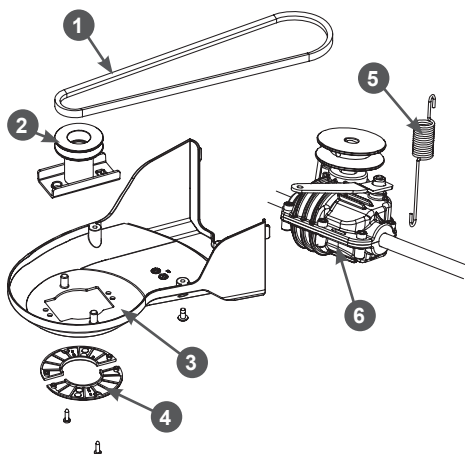

Рис. 25. Обслуживание ремня привода хода
5. Открутите винты крепления и снимите две защитные крышки ремня (Рис. 25).
6. Открутите винты крепления и снимите кожух защитный ремня (Рис. 25).
трещин, разрывов, отслоения корда (Рис. 25). При обнаружении поврежденных ремень необходимо заменить.
2. Открутите винты крепления и снимите крышки 4 защитные ремня (Рис. 25).
3. Открутите винты крепления и снимите кожух 3 защитный ремня (Рис. 25).
4. Снимите ремень 1 со шкива адаптера в сторону двигателя и снимите адаптер 2 с вала двигателя (Рис. 25).
6. Снимите ремень со шкива редуктора 6 (Рис. 25).
8. Установите новый ремень на шкив редуктора, затем установите адаптер ножа и установите ремень на шкив адаптера ножа. После этого убедитесь, что пружина 5 на месте и держит ремень в натянутом состоянии (Рис. 25).